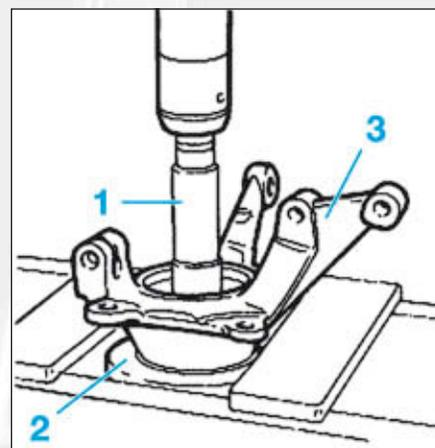

FIG.16
- Avec la presse hydraulique munie d'un mandrin (1) de taille adaptée, déposer le moyeu (2) du pivot (3) (Fig.16).